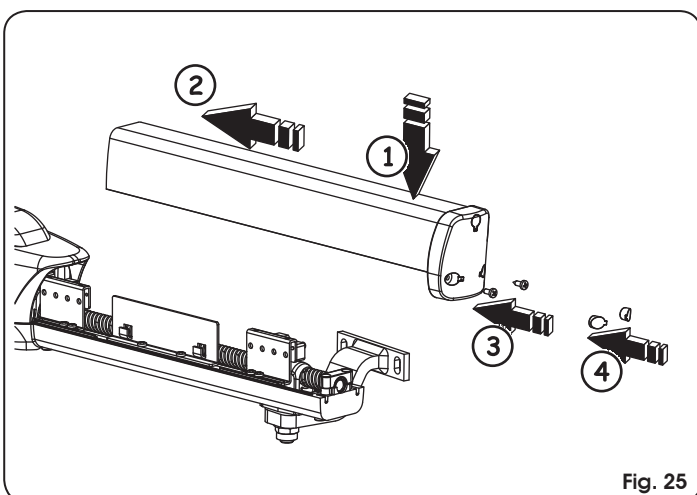

Fig. 25
6. Sätt tillbaka skyddshöljet genom att låta det glida på den nedre gjutningen och kontrollera att det når stoppläge, Fig. 25.
7. Dra åt de båda nedre skruvarna igen, Fig. 25.